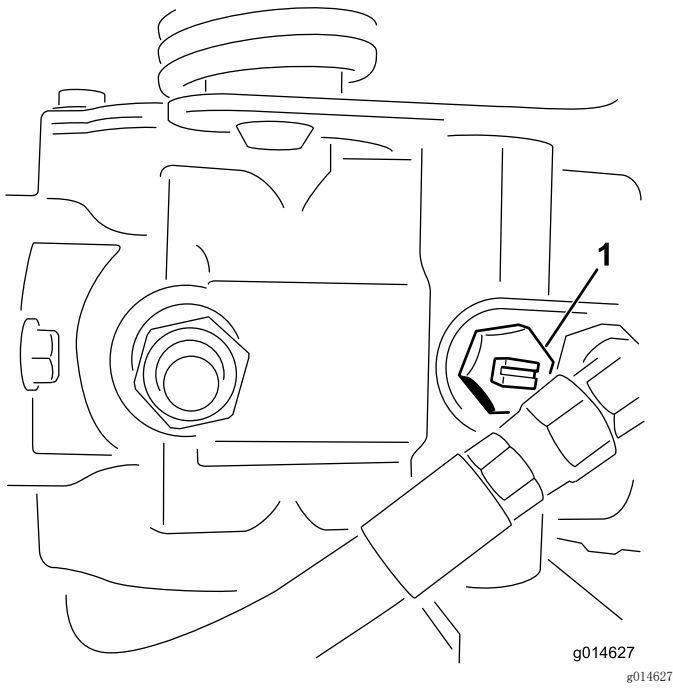

图40
1. 找到并旋转泵上的旁通阀、使槽处于垂直位置（图 40）。
2. 启动发动机之前、旋转旁通阀、使槽处于水平位置、这样就可以关闭旁通阀（图40）。旁通阀打开时，切勿启动发动机。